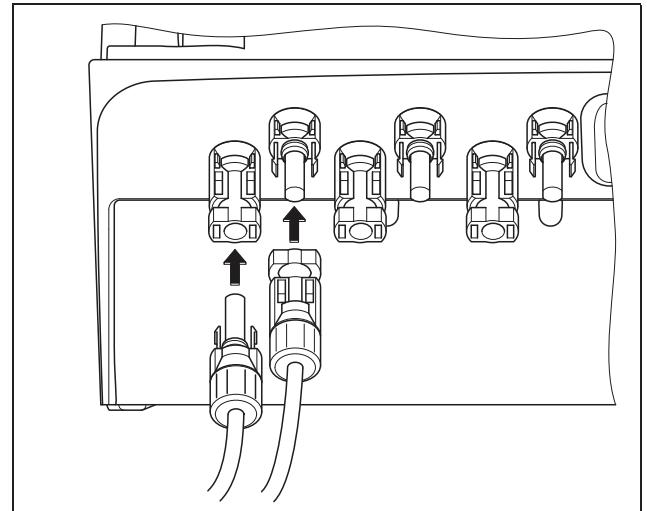

Abbildung 19: PV-String anschließen
- Stecken Sie die Stecker des PV-Strings bis zum Einrasten in die entsprechenden Gegenstücke am Wechselrichter (Abbildung 19).